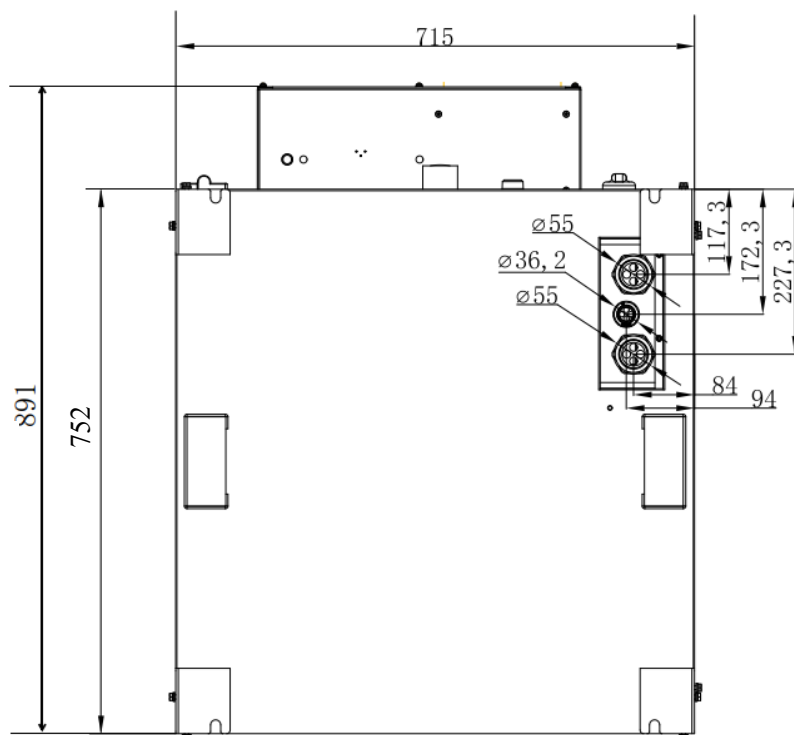
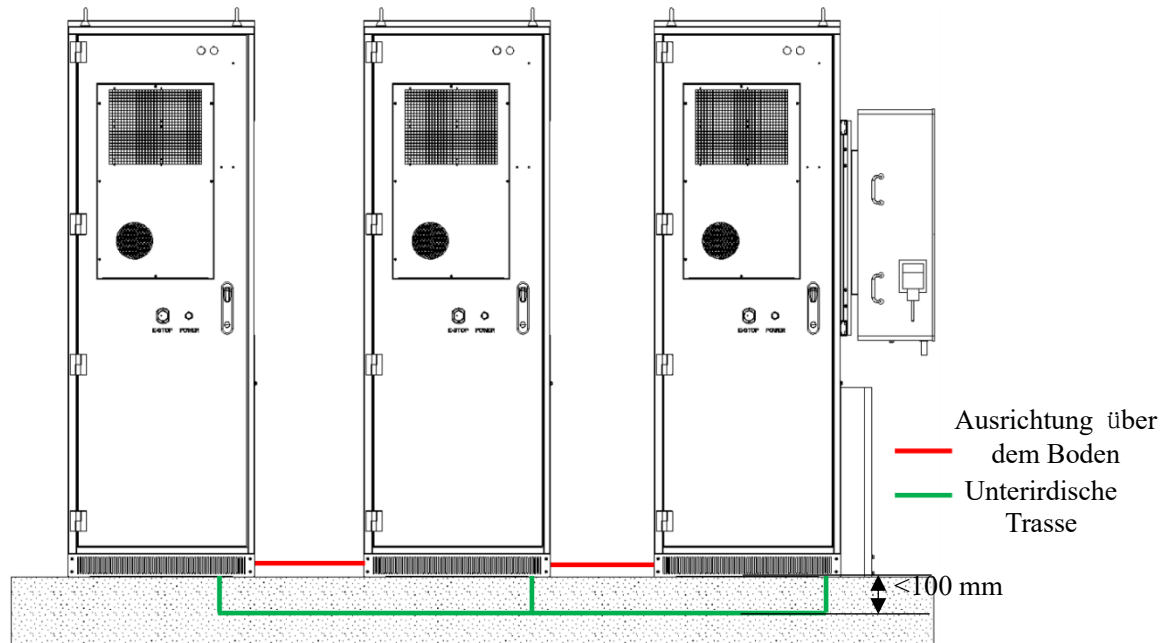

Abbildung 3.2.3 Positionierungsschema der Fräsbohrungen am Schrankboden
Abbildung 3.3.3 Parallele Ausrichtung mehrerer Schränke
(3) Wenn Sie die unterirdische Ausrichtung nehmen (insbesondere für den Einsatz mehrerer Schränke und Maschinen), achten Sie auf den Verweis auf Abbildung 3.2.3 Im Zementfundament sollte die Tiefe der Ausrichtungsnut weniger als 100 mm betragen (Abbildung 3.3.3).